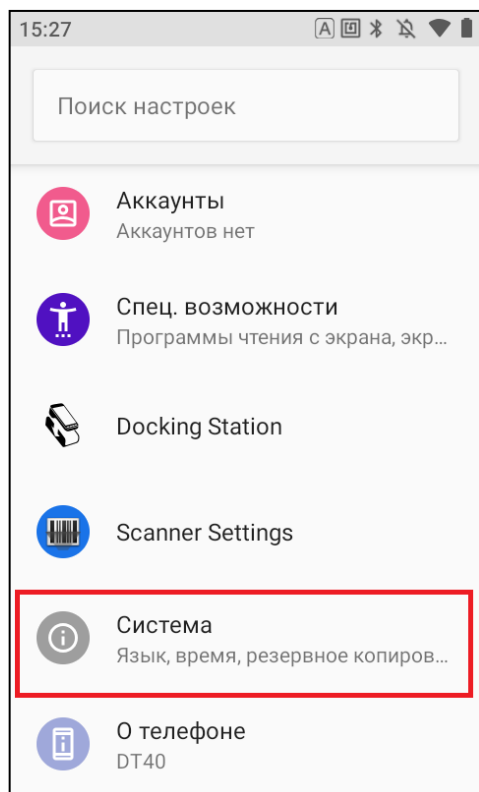

Рис. 4.9 - Меню "Система"
- 3) Вернуться назад и зайти в меню «Система» (Рис. 4.9);